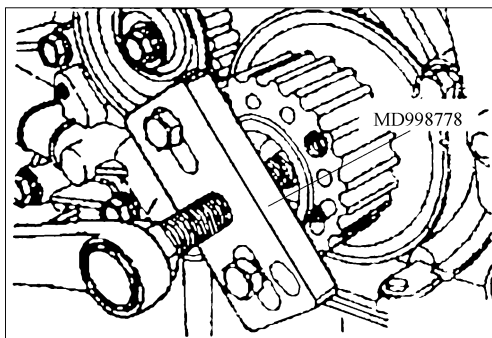

图 2-16 拆卸曲轴带轮
③ 拆卸油泵齿带轮螺母。
④ 拆卸油泵齿带轮。
(3) 曲轴螺栓的拆卸 使用专用工具, 固定飞轮。拆卸曲轴螺栓。使用专用工具支撑飞轮。
(4) 曲轴带轮的拆卸 如图 2-16 所示, 请使用专用工具拆卸曲轴带轮。